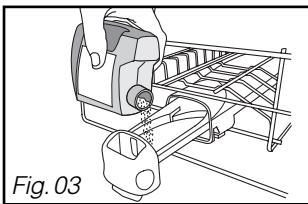

Fig. 03
• Os detergentes em pó ou em líquido na gaveta do distribuidor (fig. 03)